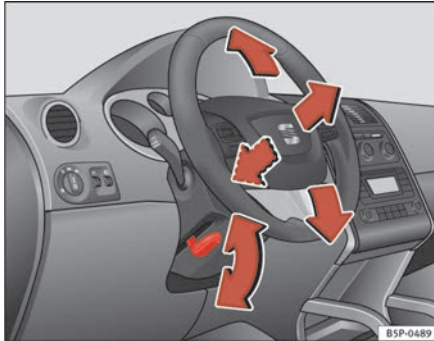

Abb. 135 Lenkradposition einstellen
- Schwenken Sie den Hebel \Rightarrow Abb. 135 unter der Lenksäule nach unten \Rightarrow ⚠.